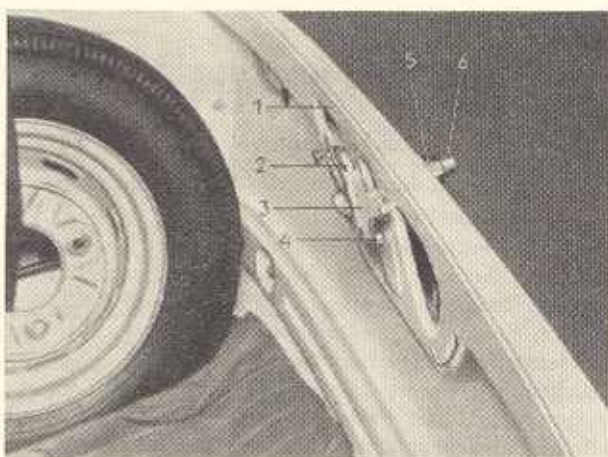

Bild K 56. Kofferraumdeckelschloß
4. Das Kofferraumdeckelschloß (Bild K 56)